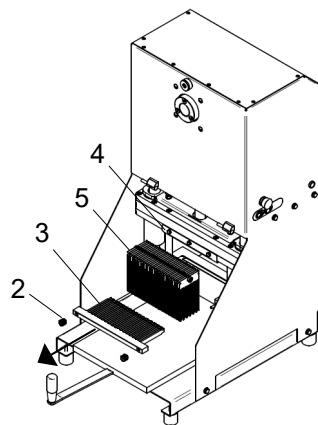

Fig. 7.2.2
### 7.3.2 - Rimozione del pacco lame (Fig. 7.2.2)
7.3.2 Rimozione del pacco lame (Fig. 7.2.2)